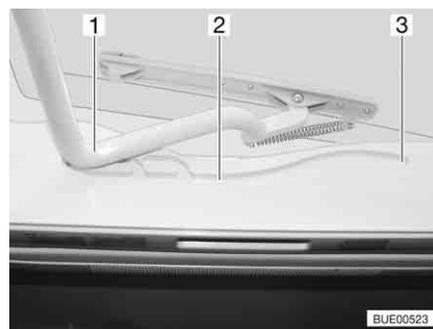

Fig. 54 Oblò Heki, guida
- Tirare la staffa (Fig. 54,1) nelle guide (Fig. 54,2) fino alla posizione più all'indietro (Fig. 54,3).
- Spingere la staffa (Fig. 54,1) leggermente verso l'alto con ambedue le mani.
- Tirare la staffa nelle guide (Fig. 54,2) fino alla posizione desiderata.